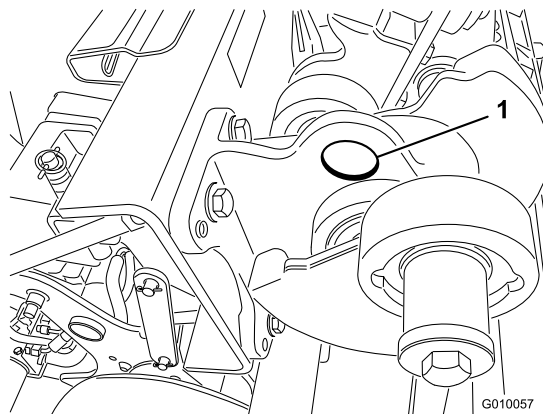

Рисунок 39
**Примечание:** По возможности используйте для подъема задней части машины подъемное устройство. В качестве точек подъема используйте проушины в корпусах подшипников вала аэратора (Рисунок 39).